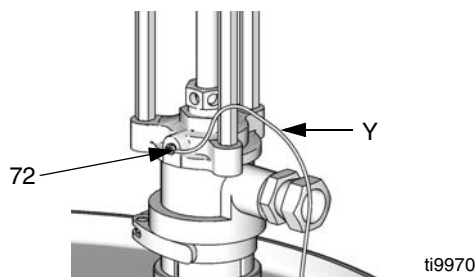

FIG. 9
1. *Pompe*: Raccordez le fil de mise à la terre (Y) à la vis (72) et serrez-la complètement. Voir FIG. 9. Raccorder l'autre extrémité du câble à une véritable prise de terre. Assurez-vous de la conformité aux règlements locaux et nationaux.